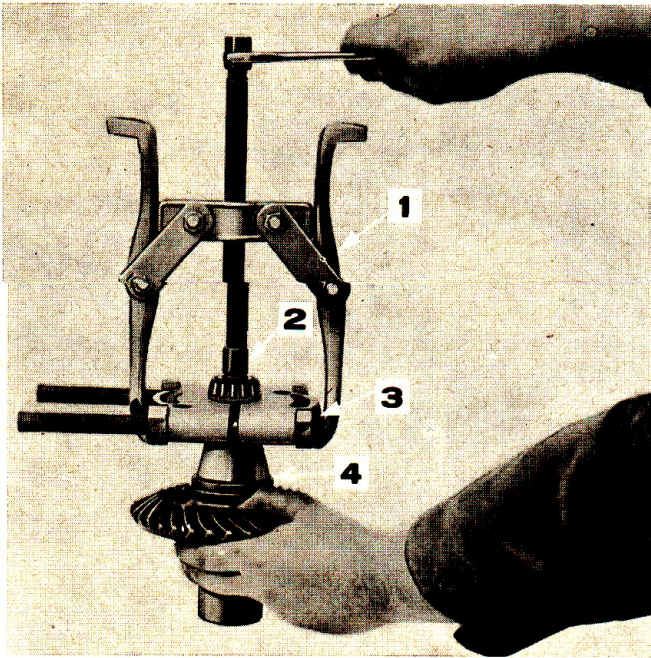

Fig. 8: Extraction du roulement d'arbre d'entrée
2. Vérifier l'usure et le bon état des bagues intérieures et des rouleaux coniques des roulements de l'arbre d'entrée. Extraire et remplacer les roulements si nécessaire à l'aide de l'extracteur No. 1002 et de l'accessoire No. 951 (Voir Fig. 8). L'accessoire No. 630-3 sera nécessaire pour l'extraction du roulement avant. Emmancher les roulements à l'aide d'un manchon convenable.